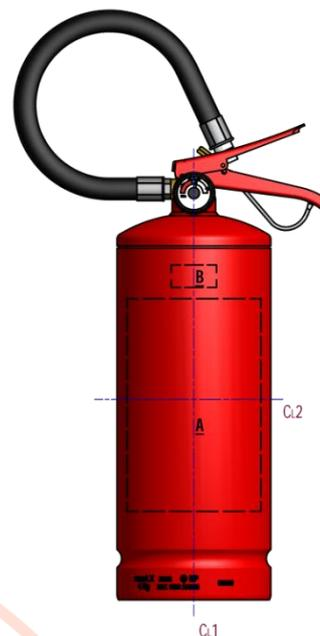

Figura 8 - Posicionamento do Quadro de Instruções
- Imaginariamente, crie uma linha de centro no sentido vertical extintor, tendo como base o indicador de pressão, conforme indicação "C11" da Figura 8.
- Novamente, crie outra linha de centro imaginária no sentido horizontal do recipiente do extintor, desconsiderando os frisos, conforme indicação "**CL2**" da Figura 8.
- O selo de identificação da conformidade do INMETRO deverá ficar centralizado com a linha de centro vertical ("**CL1**"), logo acima do quadro de instruções, conforme retângulo tracejado com indicação "**B**" da Figura 8.